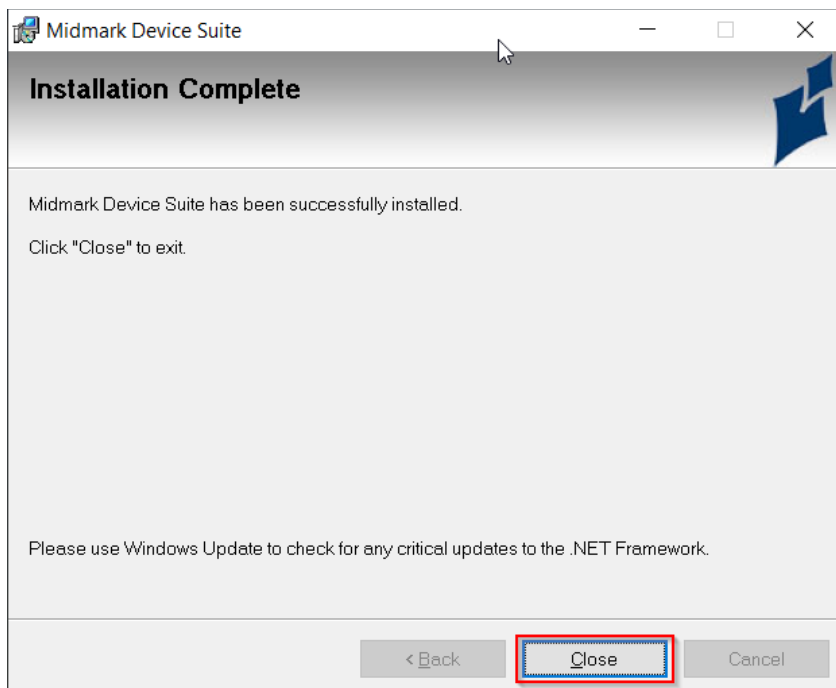

Figure 11. La fenêtre « Installation terminée ».
- Lorsque l'installation est terminée, la fenêtre contextuelle illustrée à la figure 11 ci-dessous s'affiche. Cliquer sur le bouton « Fermer ».